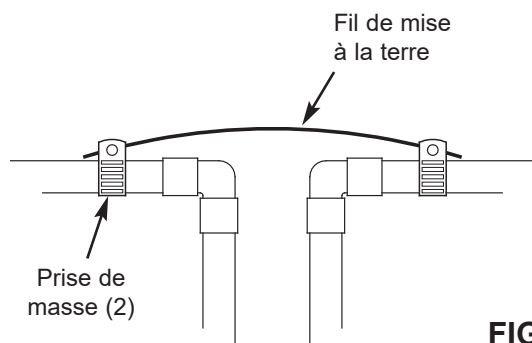

FIG. 13
- Reliez les sections enlevées de la conduite d'eau principale avec un fil de cuivre de calibre 4, fixé solidement à chaque extrémité (cf. Figure 13). Pièces non comprises.